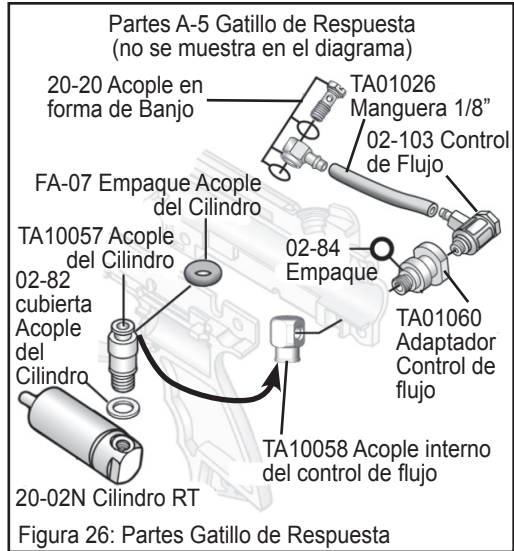

Figura 26: Partes Gatillo de Respuesta
Para Marcadores Response, aplique unas gotas de lubricante en el empaque del Cilindro localizado en la parte inferior del Recibidor (Figura 26).
Para los Marcadores equipados con el gatillo Response, empuje el Recibidor inferior hacia arriba hasta que los agujeros de los pasadores queden alineados. Ponga particular atención que el acople del Cilindro quede alineado dentro del acople conector de flujo inferior (flecha oscura Figura 26). Inserte los dos pasadores (44) para asegurar.